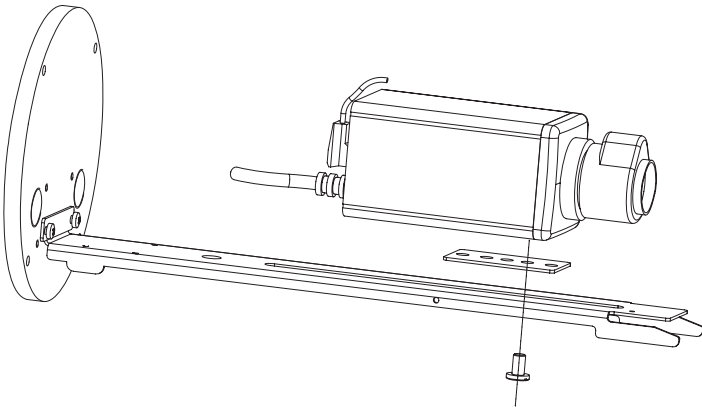

Fig. 3
2. Die Kamera auf den Schlitten positionieren, indem man das Isolierplättchen und die mitgelieferte 1/4" Schraube benutzt (Fig. 3). Falls erforderlich Abstandstücke benutzen, um die Fernsehkamera und die Optik korrekt zu positionieren.